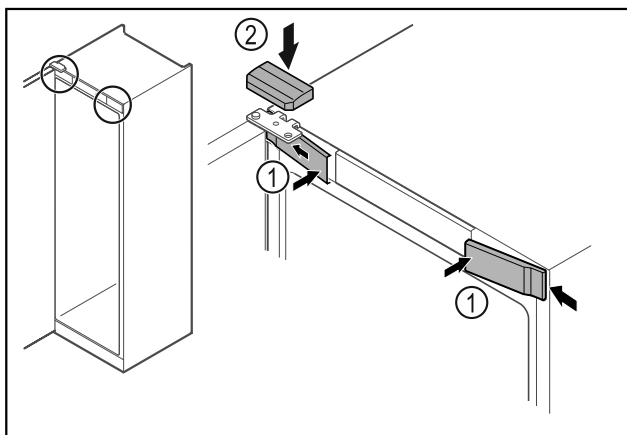

Fig. 67
- ▶ Зацепите сбоку и защелкните передние крышки Fig. 67 (1).
- ▶ Защелкните верхнюю крышку Fig. 67 (2) сверху.